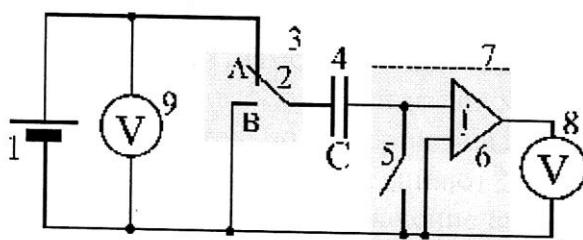
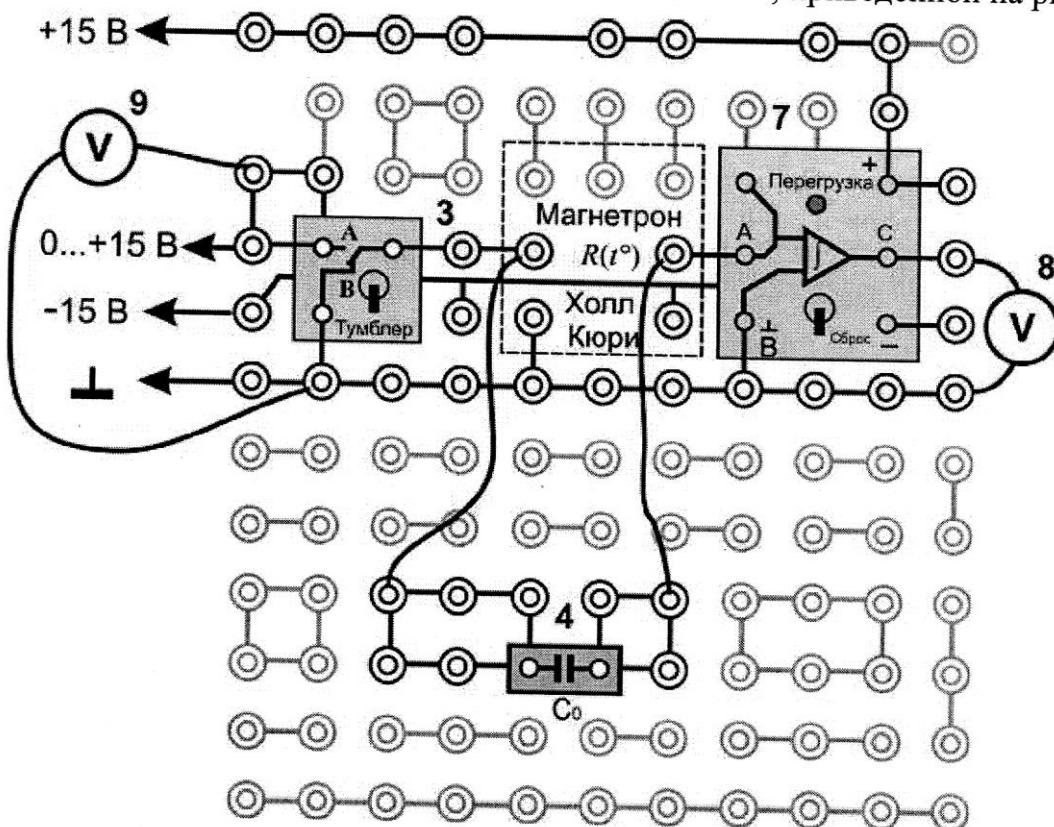

Рис. 2.1. Электрическая схема:
Рис. 2.3. Монтажная схема
Схема электрической цепи представлена на рис. 2.1, монтажная схема приведена на рис. 2.3.
Для зарядки конденсатора переключатель 2 на рис. 2.1 устанавливают в положение А, а демпфирующий ключ 5 замыкают (положение «Сброс»). Заряжают конденсатор до напряжения  $U$  (не более 2 В), контролируемого вольтметром 9. Перед измерением ключ 5 размыкают, а переключатель 2 переводят в положение В. При этом заряд, имеющийся на обкладках конденсатора, пройдет через интегратор тока и пропорциональное ему напряжение будет показано вольтметром 8.
2. Собрать электрическую цепь по монтажной схеме, приведённой на рис. 2.3.